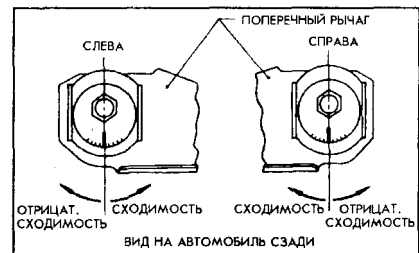

Рис. 7-34.
4. Отрегулируйте сходимость путем поворота регулировочных штифтов (рис. 7-34).